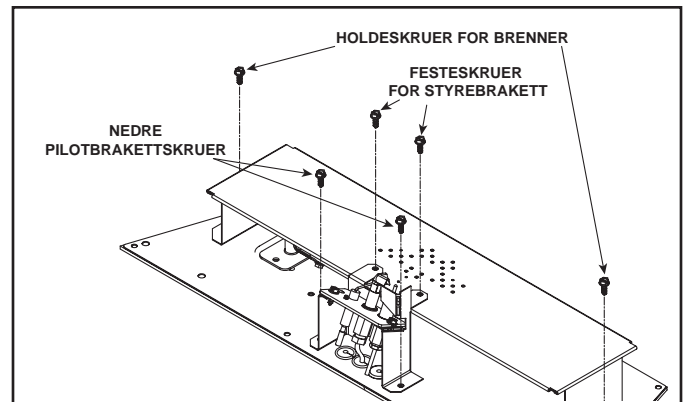

Fig. 9.10
- Skru løs brakettene på begge ender av brenneren samt de to skruene på toppen av styrebrakettene (se fig. 9.10). Skyv brenneren bort fra brenneråpningen.